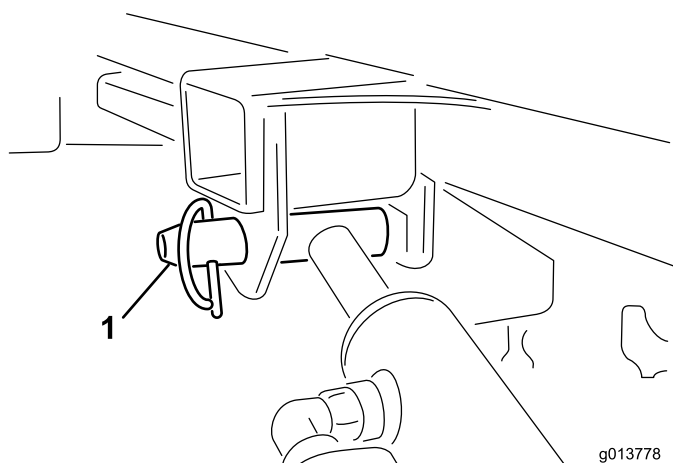

Figura 44
11. Con una mano sostenete il cilindro di sollevamento. Con l'altra mano staccate il perno di bloccaggio del cilindro di sollevamento (Figura 44).